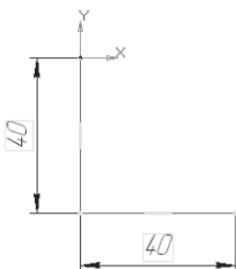

Рис. 412
- с помощью – Непрерывного ввода объекта и – Ортогонального черчения простройте часть эскиза направляющей, которая расположен в горизонтальной плоскости, от начала координат (рис. 412);